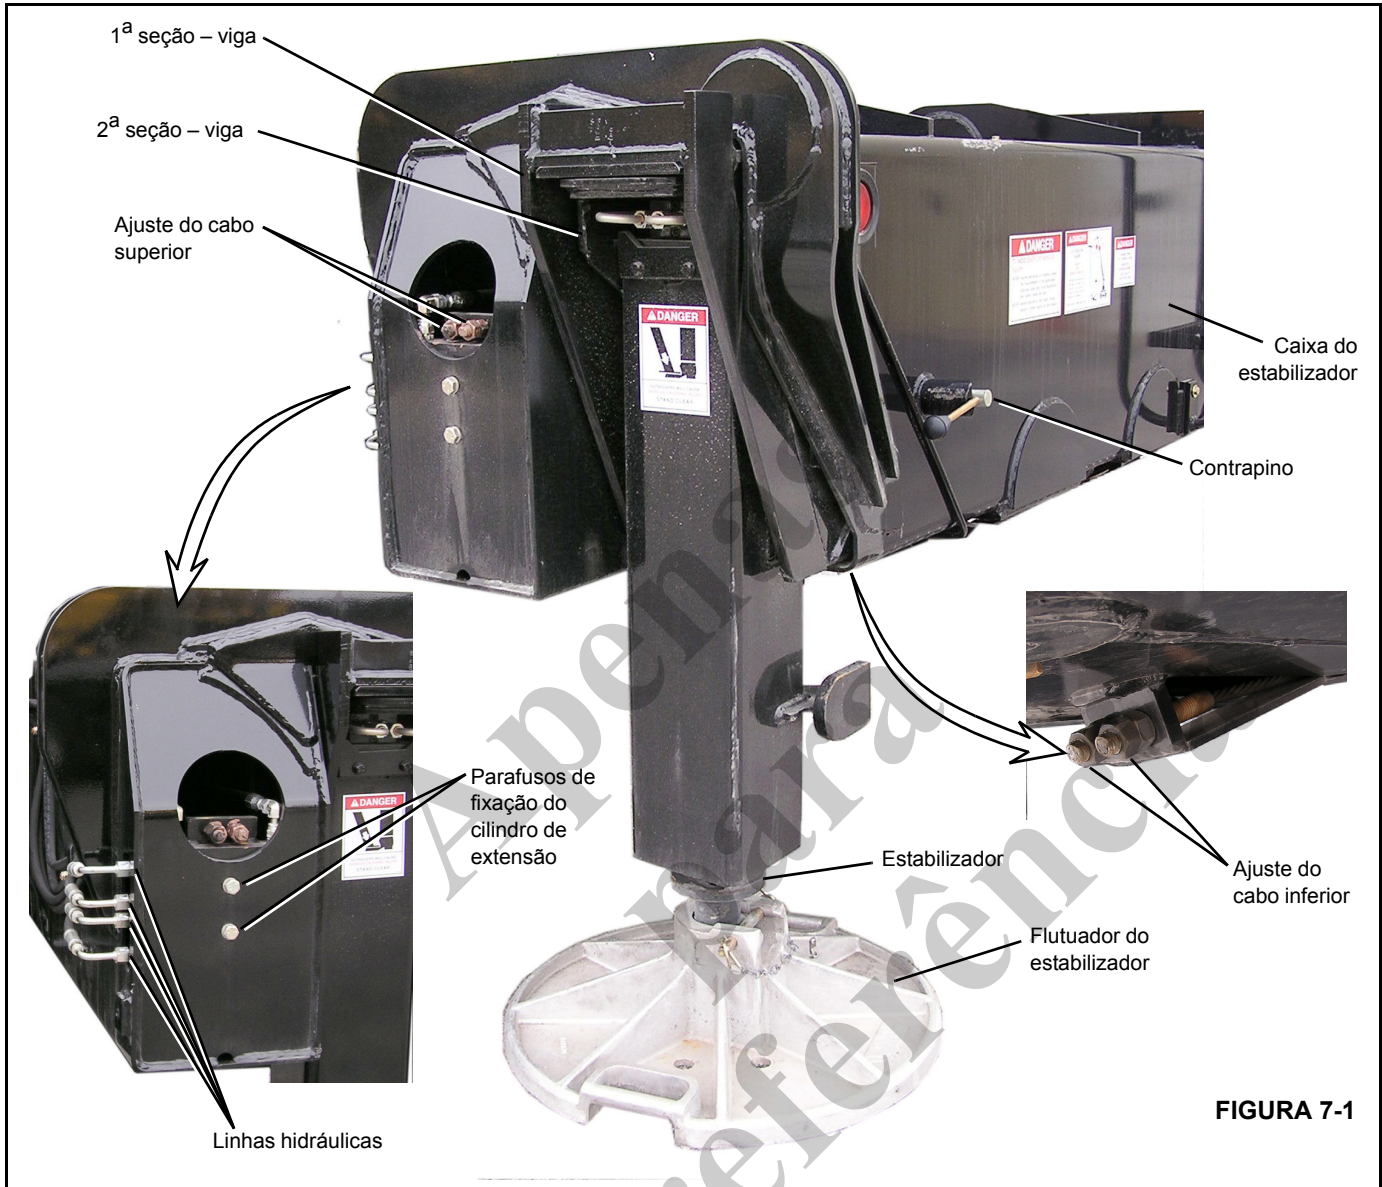

FIGURA 7-1
4. Remova as linhas hidráulicas da base do cilindro de extensão (Figura 7-1).